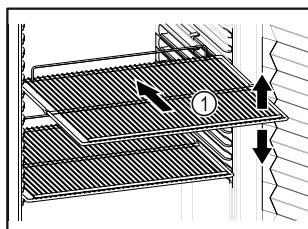

Fig. 40 Immagine a titolo di esempio
- ❑ Se i ripiani Fig. 40 (1) sono spostati, adattare i ripiani in base all'altezza.